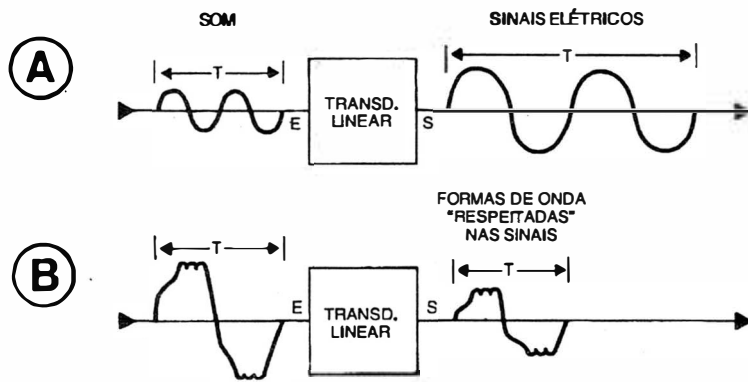

Fig.6
- FIG. 6 - A LINEARIDADE DOS TRANSDUTORES ELETRO-ACÚSTICOS... - Sob o termo *linearidade*, embutimos os conceitos de *proporcionalidade* e *fidelidade*. Para que as coisas fiquem claras ao leitor/aluno, nos dois gráficos do diagrama temos a representação de dois hipotéticos transdutores *convertendo* sinais elétricos em acústicos, ou vice-versa (não importante, no momento, em que *sendo* a tradução ou conversão está sendo feita...). Observem que, no que diz respeito à LINEARIDADE, o que realmente importa é que os sinais presentes nas saídas S sejam rigorosamente iguais aos aplicados às entradas E, em *forma* e em *frequência*... Não entra no mérito o fato de, no exemplo 6-A o sinal ter *ganho amplitude* (aumentou sua POTÊNCIA...), em virtude do transdutor possuir internamente um sistema qualquer de amplificação, assim como não importa (para o conceito de LINEARIDADE...) que no caso 6-B o sinal saia mais *fraco* (menor nível e POTÊNCIA...) do que quando *entrou*, eventualmente porque o transdutor contenha algum sistema interno de atenuação...! Resumindo, os dois transdutores exemplificados e hipotéticos da figura, podem ser considerados BONS, uma vez que tais dispositivos são tanto melhores quanto mais *respeitarem* as formas de onda e as frequências que por eles transitam, não reforçando nem atenuando os *harmônicos* presentes nos sinais manipulados...! Verdadeiramente, contudo, **não existem** transdutores **absolutamente** perfeitos, proporcionais e lineares, já que pelas suas próprias construções físicas, torna-se inevitável que apresentem uma certa *faixa de frequências* dentro da qual possam operar com rendimento e fidelidade apropriados, e ainda são